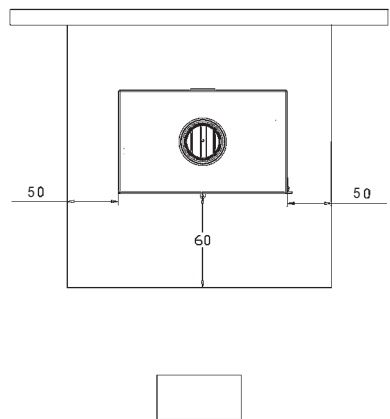

Bild 4B
c) falls das Produkt auf einer entflammaren Fläche installiert wird, muss eine nichtentflammare Fläche dazwischengeschoben werden, z.B. eine Fläche aus Stahl. Solch eine Fläche muss auf der vorderen Seite mindestens 60 cm vorragen und seitlich zusätzliche 50 cm, den zusätzlichen Raum zur Öffnung der vorderen Tür in Betracht ziehend (Bild 4B).